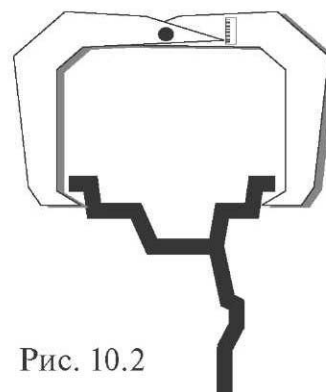

Рис. 10.2
10.3. Ширина обода обычно отмечена на его маркировке. При отсутствии маркировки или невозможности её прочтения ширину следует измерить специальным инструментом - кронциркулем (см. рис. 10.2).